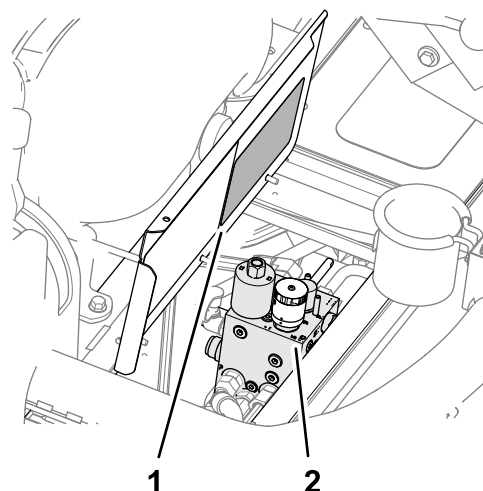

Figura 42
4. Abra a cobertura da plataforma (Figura 42).